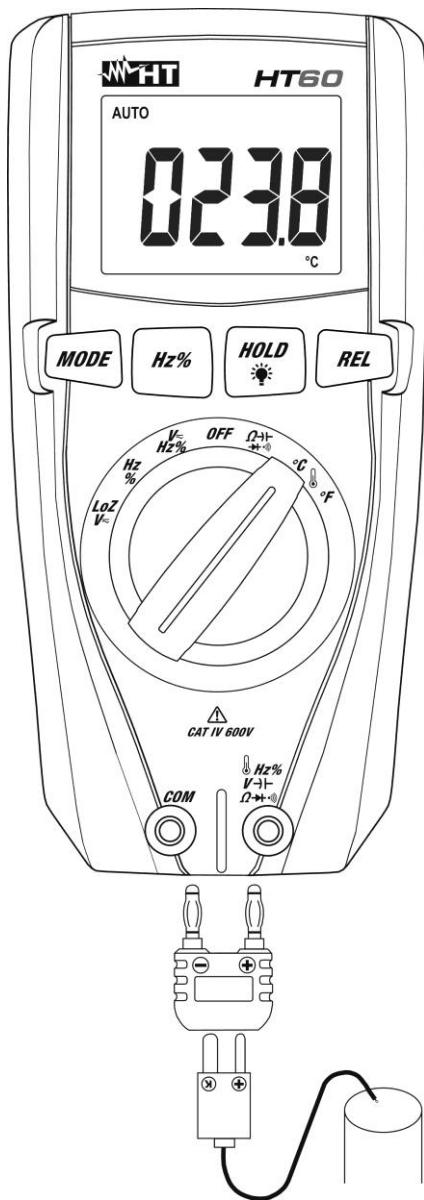

Fig. 9: Uso dello strumento per misura di Temperatura
2. Inserire l'adattatore in dotazione nei terminali di ingresso **VHz%** (polarità +) e **COM** (polarità -) (vedere Fig. 9)